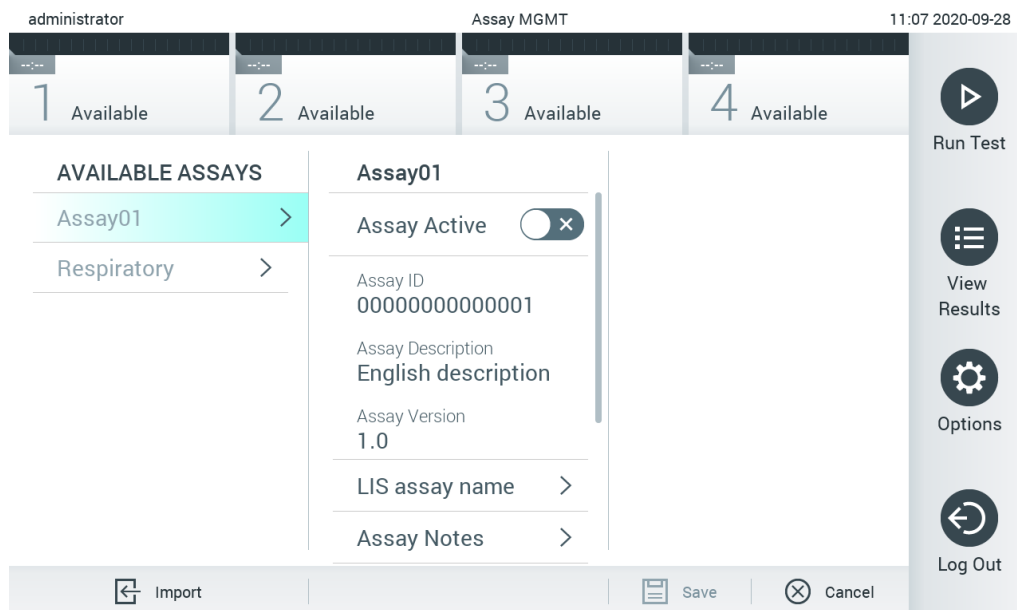

图 60. Assay Management（检测管理）屏幕。
2. 如要将新检测导入 QIAstat-Dx Analyzer 1.0，请按下 **Options**（选项）按钮，然后按下 **Assay Management**（检测管理）按钮。显示屏的内容区域会出现 **Assay Management**（检测管理）屏幕（图 60）。